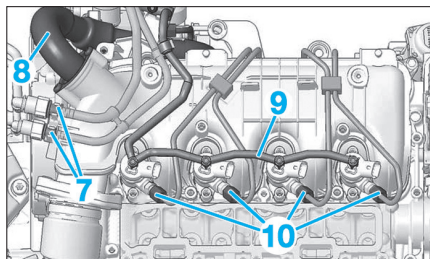

Fig. 43
- Désaccoupler les canalisations d'alimentation en carburant (7) (Fig.43).
- Déposer les fixations du tube de recyclage des gaz d'échappement (8) et l'écarter.
- Désaccoupler et écarter le faisceau de retour carburant (9).
- Desserrer les raccords (10).